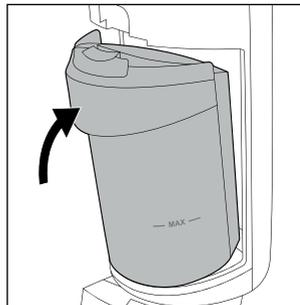

Fig. 30
- ◆ Fixați din nou rezervorul de apă murdară **2** la aparat introducând mai întâi fundul rezervorului de apă murdară **2**. Apoi împingeți rezervorul de apă murdară **2** către aparat până când rezervorul de apă murdară **2** se cuplează cu un clic pe aparat (a se vedea fig. 30).